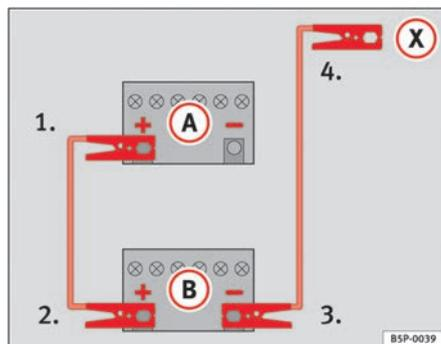

Fig. 172 Esquema de conexión de los cables de emergencia
En la ⇒ fig. 172 **A** representa a la batería sin carga y **B** a la batería con carga.
1. Emborne un extremo del cable de emergencia rojo al polo positivo ⇒ fig. 172 (+) del vehículo con la batería descargada ⇒ ⚠.
4. Emborne el otro extremo del cable negro de emergencia (X) a una pieza de metal maciza unida al bloque motor o al mismo bloque motor del vehículo con la batería descargada, lo más alejado posible de la batería ⇒ ⚠.